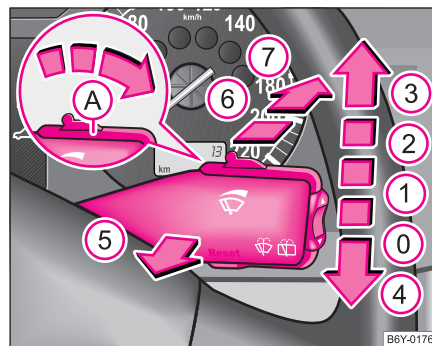

Fig. 42 Palanca de limpiaparabrisas
La palanca de limpiaparabrisas ⇒ fig. 42 tiene las siguientes posiciones:
⇒ **página 66, fig. 42**, la escobilla barrerá cada 6 segundos.
Los faros se limpiarán cada quinto barrido del limpiaparabrisas si está conectada la luz de cruce o de carretera y se ha mantenido la palanca del limpiaparabrisas durante aprox. 1 segundo en la posición (5) ⇒ página 66, fig. 42.